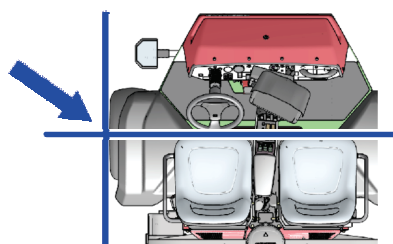

Figura 40
2. Sitúe la parte exterior central del neumático delantero izquierdo en el punto de partida del nuevo perímetro de parcela (Figura 40).